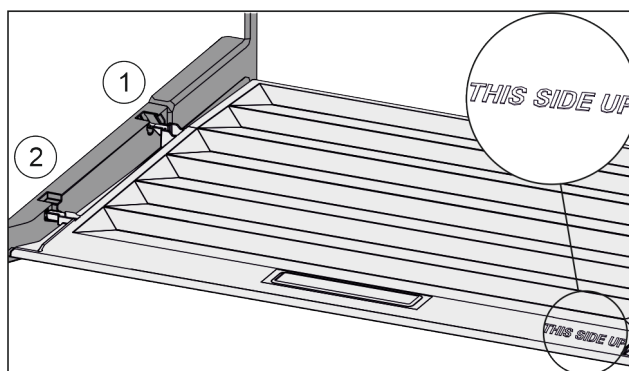

Fig. 103
- ▶ Anbring dækslets tappe over åbningen i den bageste holder Fig. 103 (1), og lad dem gå i indgreb i forreste holder Fig. 103 (2).